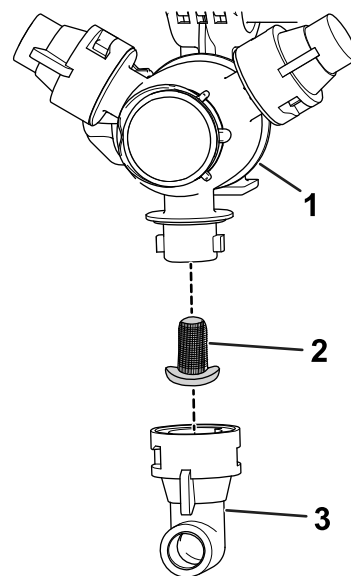

Рисунок 107
2. Снимите сопло с поворотной распылительной головки (Рисунок 107).
3. Снимите старый фильтр сопла (Рисунок 107).
4. Установите новый фильтр сопла (Рисунок 107).
5. Установите сопло на поворотную распылительную головку (Рисунок 107).